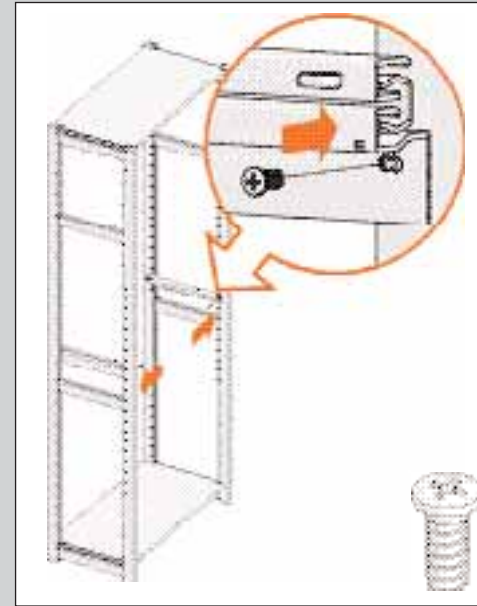

ABBILDUNG 36
5. Befestigen Sie die Führungen an der Vorderseite mit den Schrauben. Benutzen Sie hierfür das hintere Loch der Führungen (siehe Abb. 36).